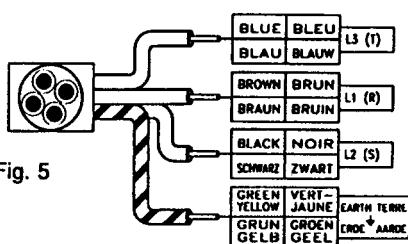

Fig. 5
2. Les autres fils (brun, noir et bleu) doivent être branchés sur les bornes portant les symboles L1, L2 et L3 ou les lettres "R, S et T". (Voir figure 5).